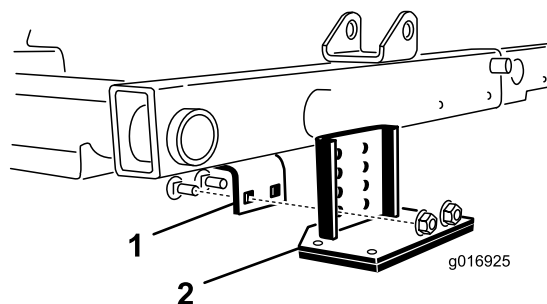

Figura 30
- 2. Individuate la staffa sul telaio, sopra l'apparato di taglio centrale (Figura 30).
- 3. Premendo verso il basso il rullo anteriore dell'apparato di taglio centrale, individuate quali fori della staffa di inclinazione si allineano ai fori della staffa portante sul telaio in modo da ottenere lo stesso contatto con il rullo anche quando è montata la staffa di inclinazione (Figura 30).
- 4. Abbassate gli apparati di taglio e montate la staffa di inclinazione sul telaio con (2) bulloni a testa tonda e (2) dadi forniti nel kit (Figura 30).